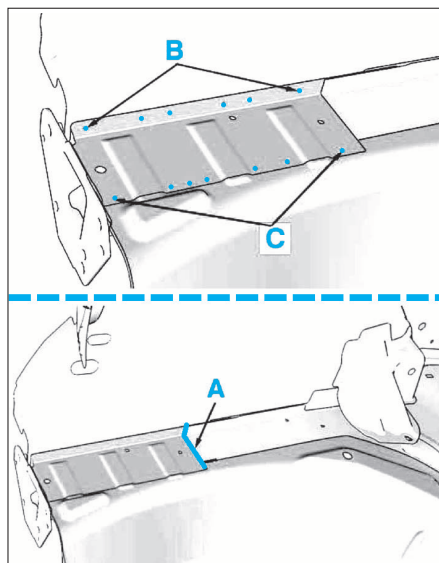

FIG. 66
- Souder les semelles de longeron AR en A,B et C (Fig.66).